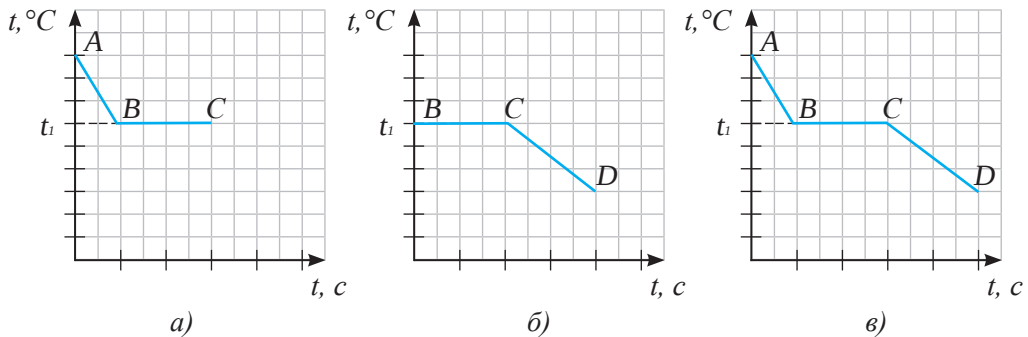

Рис. 41. Графики охлаждения и кристаллизации вещества
2. Опишите тепловые процессы, график которых изображен на рис. 41 в. Укажите сходство и отличие процессов, графики которых изображены на рис. 41 а, б, в.
плавлении. График охлаждения и кристаллизации можно изобразить в координатах температура-время (рис. 41). О том, что происходит кристаллизация, мы можем судить по участкам графика, соответствующим процессам охлаждения вещества в жидком или твердом состоянии. На рисунке 41, а изображен график охлаждения жидкости до температуры кристаллизации  $AB$  и последующего отвердевания  $BC$ . На рисунке 41, б изображен график кристаллизации вещества  $BC$  с последующим его охлаждением в твердом состоянии  $CD$ .